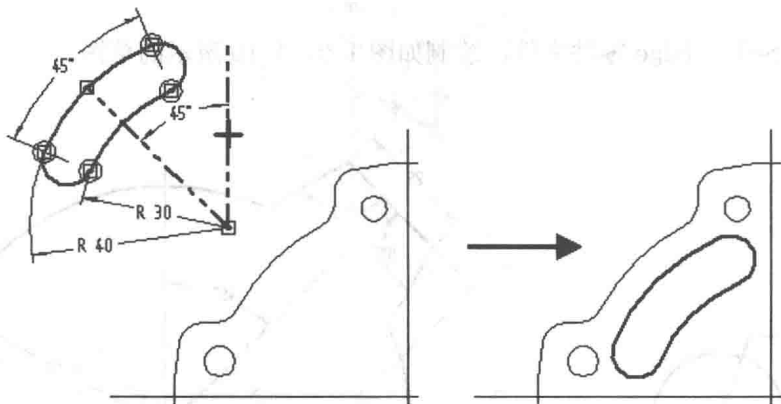

图1-7 将图形绘制在非干扰区
(5)排除干扰:如图1-7所示,当新建图形与已有轮廓重叠时,可以在模型之外建立轮廓,这样能够避免由于“智能草图(IntelliSketch)”功能产生的偶发性的约束关系造成的不便。当轮廓绘制完成,使用“移动”命令、尺寸标注或者几何约束关系将轮廓精确定位。